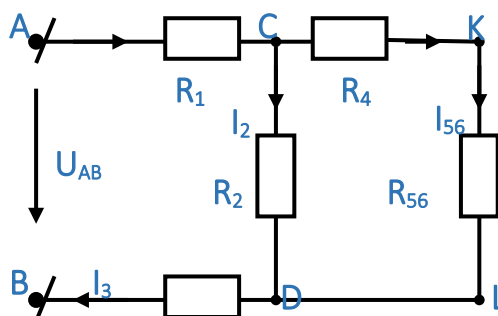

Рисунок 5.2
2. Рисунок 5.2 $R_{56} = \frac{R_5 \cdot R_6}{R_5 + R_6} = \frac{3 \cdot 3}{3 + 3} = 1,5\text{Ом}$